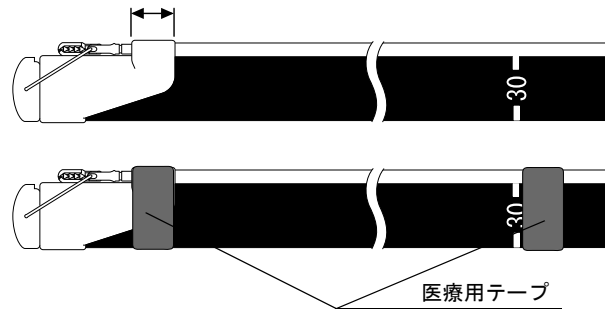

図7
6. 本製品の内視鏡装着部を医療用テープ（幅：8mm）で、図7に示す貼り付け範囲からはみださないように、内視鏡先端部に固定します（図7参照）。
7. 内視鏡をまっすぐな状態にし、内視鏡先端から30cm以上離れた位置で、チューブシースを医療用テープで固定します（図7参照）。
11. 把持部を元の位置に戻します（図7参照）。